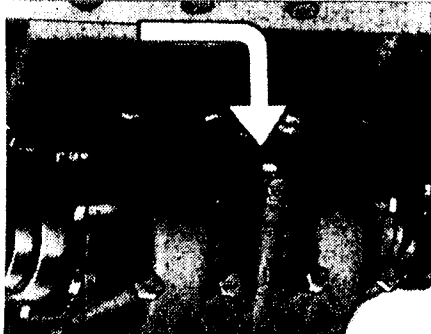

Abb. 51
26. Ölstand im Verteilergetriebe alle 2000 km kontrollieren und evtl. ergänzen. Erneuerung der Ölfüllung nach jeweils 8000 km. Ölfüllmenge: 1,25 Ltr. (Qualität nach SAE 90.) (Abb. 51)